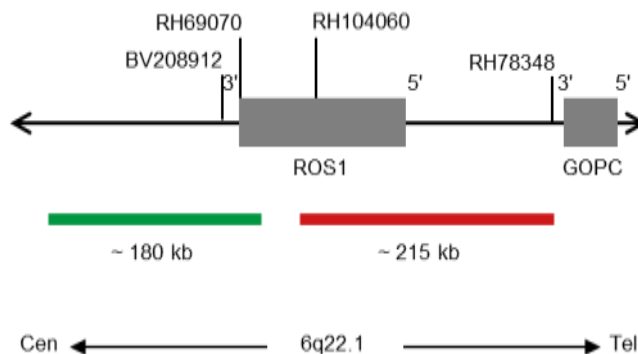

Fig. 1 : Carte de la sonde SPEC ROS1 (pas à l'échelle)
- Polynucléotides marqués à la digoxigénine (~0,50 ng/μl), qui ciblent des séquences cartographiées en 6q22.1* (chr6:117,448,964-117,627,255) proximales de la région du point de cassure ROS1 (voir Fig. 1).
- Polynucléotides marqués au dinitrophényle (~0,75 ng/μl), qui ciblent des séquences cartographiées en 6q22.1* (chr6:117,659,135-117,871,701) distales de la région du point de rupture ROS1 (voir Fig. 1).